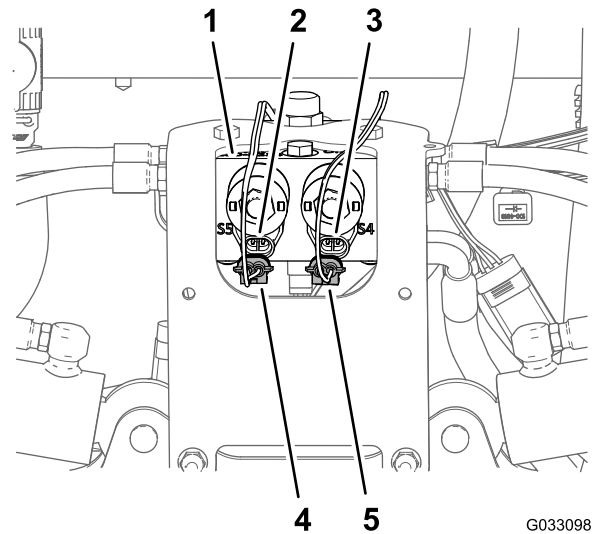

図 16
1. 昇降シリンダマニホールドの右側シリンダ動作ソレノイドの2ピンコネクタから、ソニックブームのワイヤハーネスの2ピンコネクタを外す 図 16。
2. 昇降シリンダマニホールドの左側シリンダ動作ソレノイドの2ピンコネクタから、ソニックブームのワイヤハーネスの2ピンコネクタを外す 図 16。